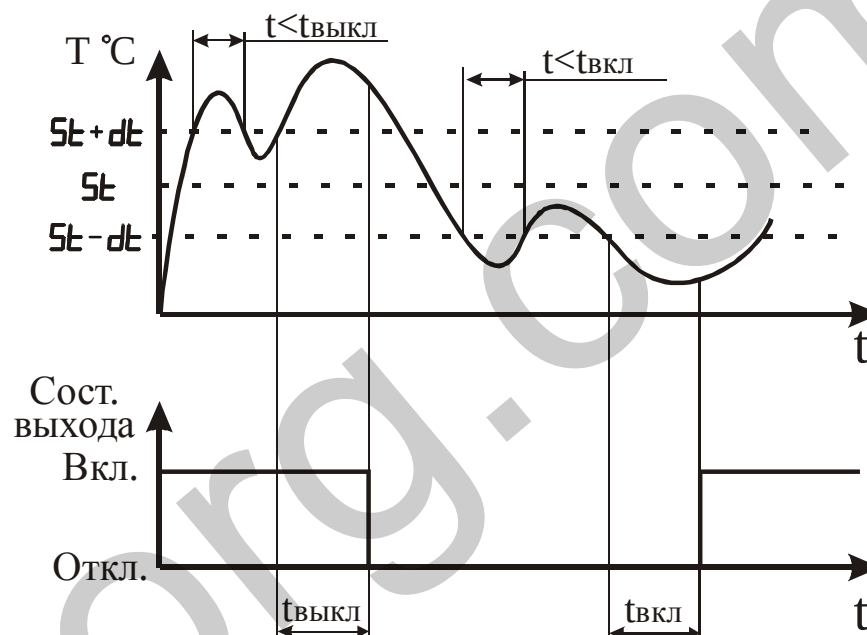

Рисунок 3.16 – Влияние параметров “Задержка включения выходного устройства” и “Задержка выключения выходного устройства” на состояние выходного устройства
3.3.2.10 Параметры “Задержка включения выходного устройства” и “Задержка выключения выходного устройства” предназначены для защиты выходного устройства от частых срабатываний. Прибор включает (выключает) выходное устройство, если условие, вызывающее изменение его состояния, сохраняется, как минимум, в течение времени, установленного в этих параметрах (см. рисунок 3.16).